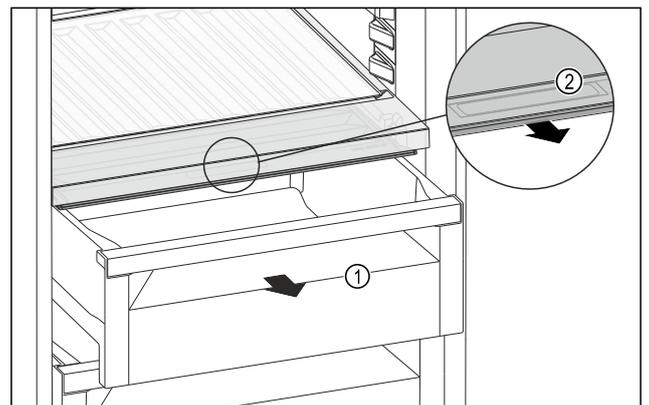

Fig. 170
- ▶ Schubfach Fig. 170 (1) herausziehen.
- ▶ Griffmulde Fig. 170 (2) am Fachdeckel anfassen und Fachdeckel gleichzeitig nach vorne ziehen.